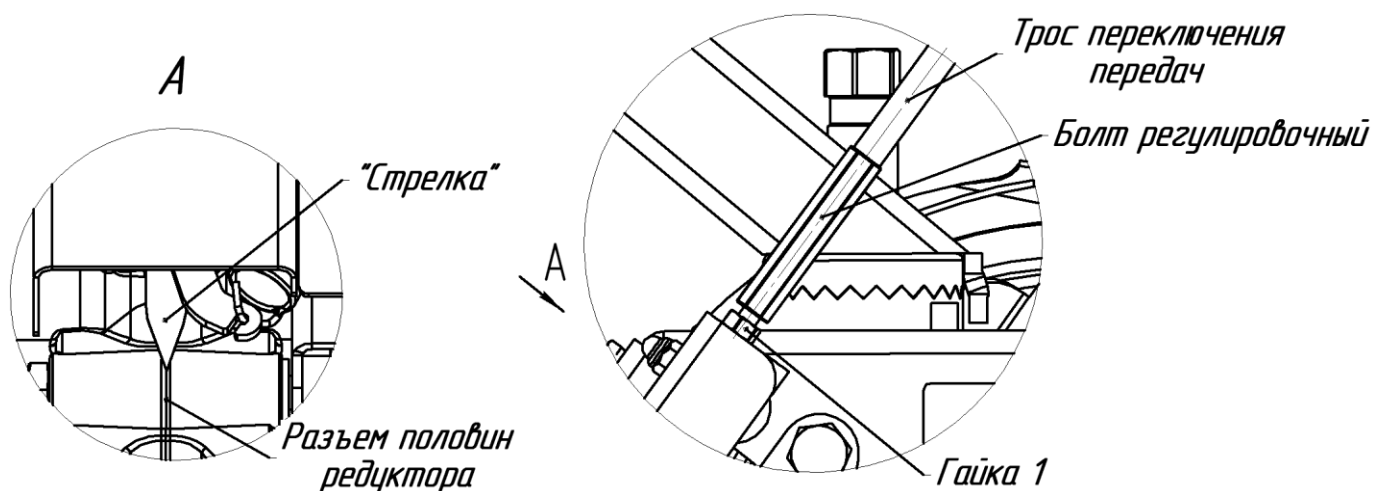

Рис.19 Регулировка переключения передач
2. Проверить расположение "стрелки" на редукторе, она должна указывать на разъем половин редуктора (рис.19).
3. Если "стрелка" смещена относительно разъема половин редуктора, то необходимо расконтрить Болт регулировочный отвернув Гайку 1 (рис.19).